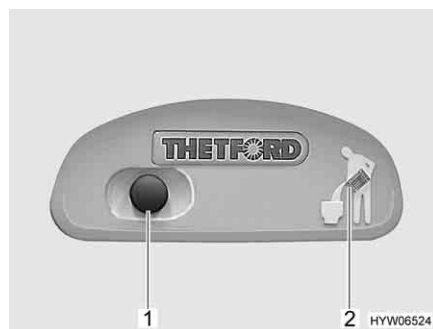
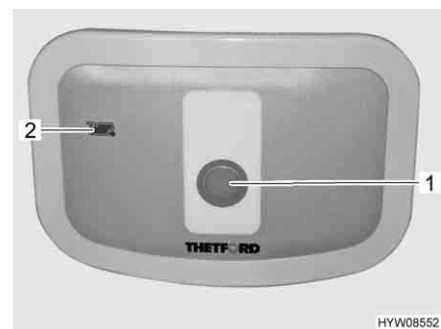

Fig. 257 Bouton pour la chasse d'eau/voyant de contrôle des toilettes Thetford
Fig. 258 Bouton pour la chasse d'eau/voyant de contrôle des toilettes Thetford (alternative)
- Pour actionner la chasse d'eau, appuyer sur le bouton bleu (Fig. 257,1 ou Fig. 258,1).
Le voyant de contrôle (Fig. 257,2 ou Fig. 258,2) s'allume lorsque le réservoir pour matières fécales doit être vidé.